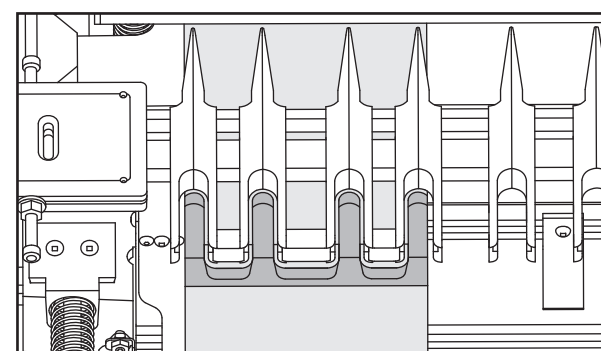

Fig. E13
9. El corte final debe asemejarse al corte que se muestra en la Fig. E13.